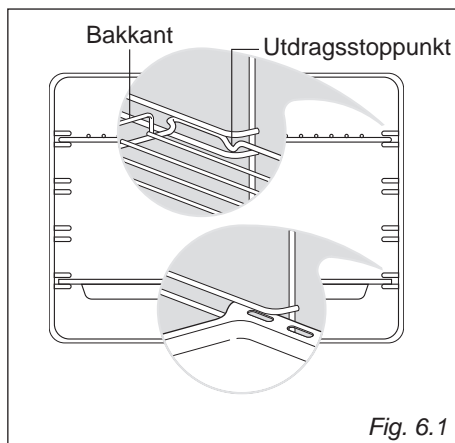

Fig. 6.1
- Bakplåt och grillgaller skjuts in i ugnstegarna (Fig. 6.1).